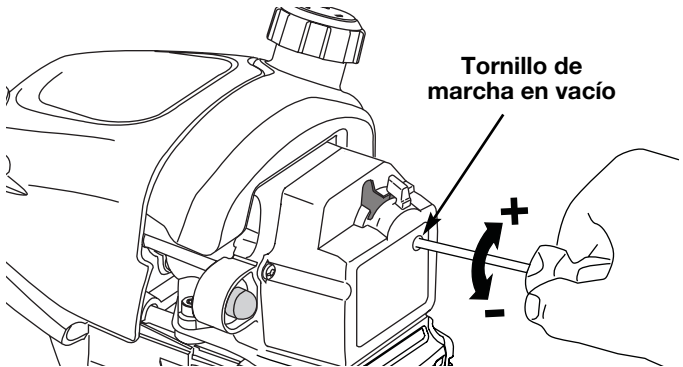

Fig. 30
La velocidad lenta del motor puede ser ajustada por la cubierta del silenciador / filtro de aire (Fig. 30).
2. Suelte el gatillo del regulador y deje que el motor funcione en marcha lenta. Si el motor se para, inserte un pequeño destornillador Phillips o de vástago plano en el orificio de la cubierta del silenciador / filtro de aire (Fig. 30). Gire el tornillo de marcha lenta en sentido horario, de a 1/8 de vuelta por vez (según sea necesario) hasta que el motor funcione en mínima.